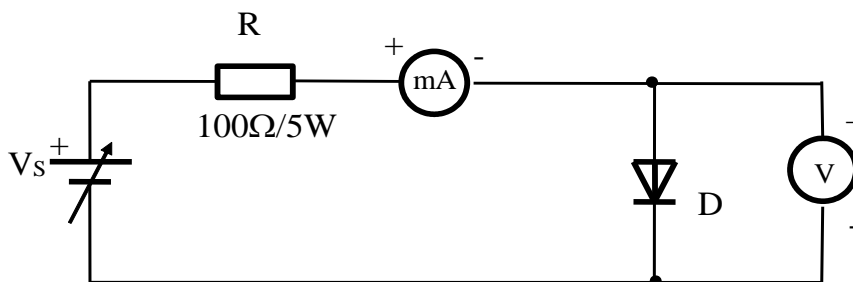

Fig. 1. Montaj pentru ridicarea caracteristicii diodei
Se construiește circuitul din Fig. 1.
- La schema din Fig. 1. se înlocuiește sursa V_S de tensiune pozitivă cu o sursă de tensiune negativă reglabilă în domeniul $[0, -40][V]$. Pentru a obține tensiune mai mare de 20V (în modul) se înseriază cele două surse de tensiune din sursa dublă stabilizată.